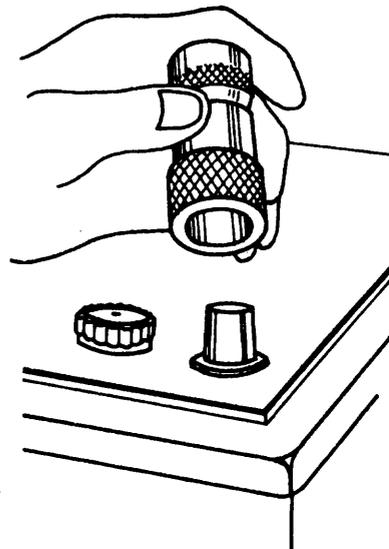

Fig. 2
- d Limpie los bornes de la batería con un cepillo de cardas de acero o con la herramienta recomendada (fig.2).